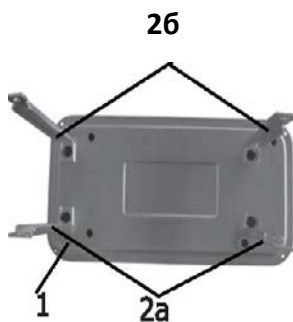

Рис. 7
- Для установки рубанка в стационарную подставку возьмите основу стационарной подставки 1, и четыре опоры 2а,2б. Установите их на основе, закрепив при помощи четырех винтов и гаек (см. рис.7).